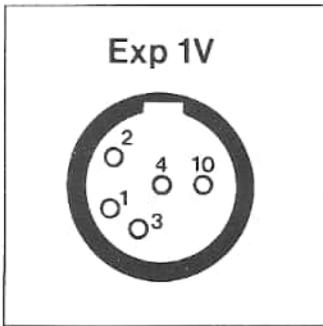

Bild 2-4. Experimentaleingänge
| (3) Klappe, unter der sich Bedienungselemente befinden, die seltener zu bedienen sind | (12) Eingang für Experimentalsignale (Bild 2-4) |